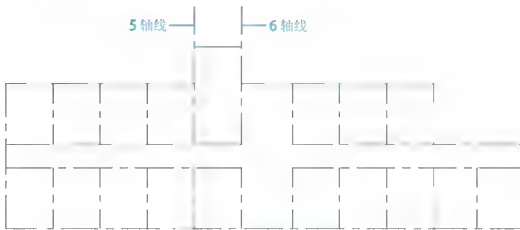

图 2.34 修剪后的图形
(4) 重复执行【修剪】命令，将图形修剪成如图 2.34 所示的状态。